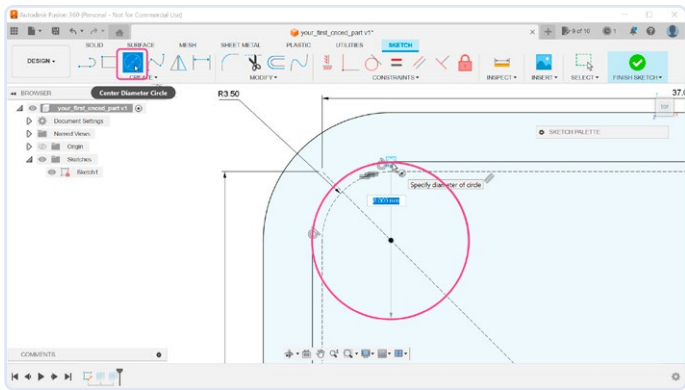

Figure 9. Positionnement du centre de l'un des supports.
9. Le module devrait reposer sur des sortes de supports et il serait utile que ces supports aient des trous pour des vis de fixation. Pour ces supports, nous avons besoin d'un autre sketch, mais, au lieu d'en créer un nouveau, nous pouvons réutiliser celui que nous avons déjà. Pour revenir au mode d'édition, double-cliquez sur le sketch dans la fenêtre du navigateur. Les trous du circuit imprimé ont un diamètre de 3 mm ; il faut que les supports soient plus grands que ça. Pour faciliter la fabrication, nous pouvons même les faire assez grands pour qu'ils touchent les parois du boîtier. Sélectionnez l'outil **Center Diameter Circle** dans la barre d'outils et tracez un cercle dans le coin supérieur gauche — assez grand pour qu'il touche la partie interne de la paroi (diamètre de 8 mm) (**figure 9**).